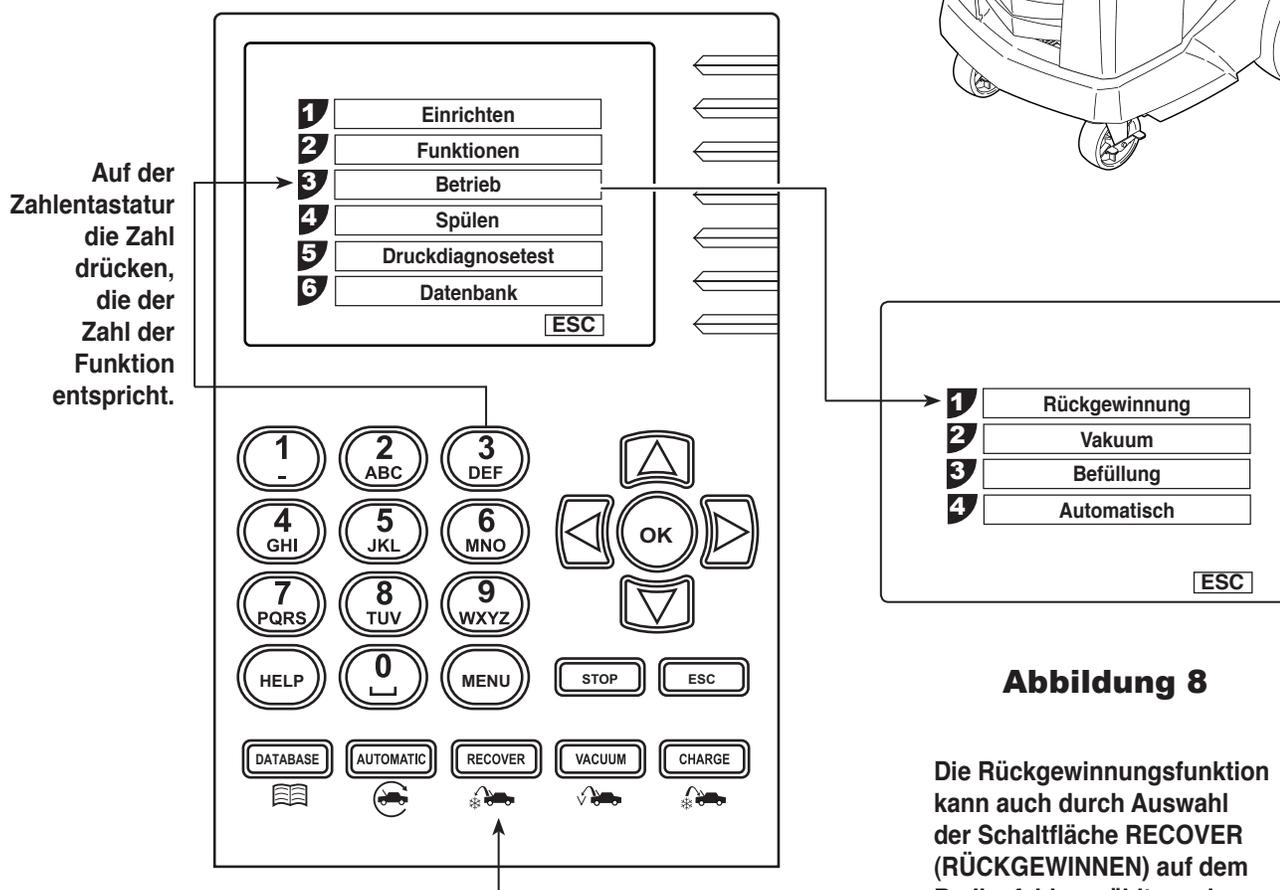

Abbildung 8
4. Die Funktion **RÜCKGEWINNUNG** durch Drücken der Taste „Recover (Rückgewinnen)“ auf dem Bedienfeld auswählen, oder durch Auswahl der Option „Rückgewinnung“ im Menü „Betrieb“ (siehe Abbildung 8).